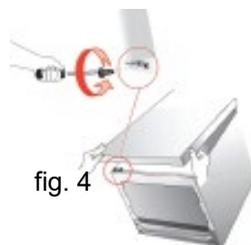

fig. 4
8. Fixez la charnière inférieure sur l'autre côté (fig. 4).